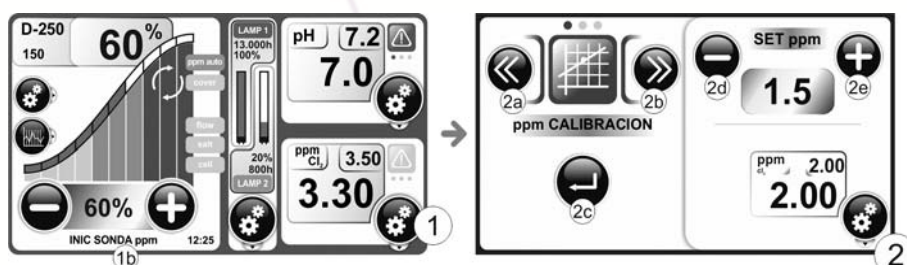

Рисунок 27
Инициализация системы настроек занимает несколько минут при стабилизации. Хотя устанавливаемые параметры не могут считаться стабильными, не рекомендуется выполнять одновременную инициализацию других систем, например, дозирующих насосов или электролизного оборудования. При этом активация инициализированных настроек не начнется, пока не появится сообщение "INIT выхода промилле" (Рисунок 27 - 1b). В данном случае на схеме показано "----"
- 2) Введите желаемое значение в меню "SET промилле", используя клавиши [2a] и [2b]. (Рисунок 27)